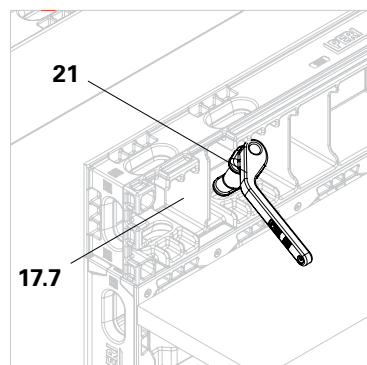

Fig. B10.06
1. Montare il pannello DFP (17.7) sopra ai pannelli standard e unirli con il connettore DUO (21). (Fig. B10.06)